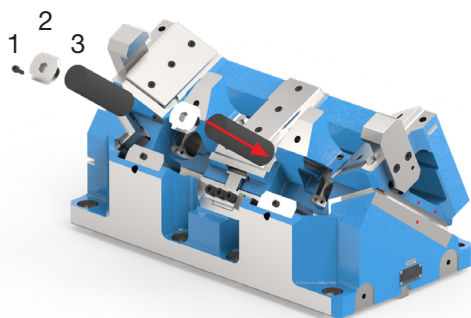

Bild 4
Führen Sie die Gasdruckfeder (3) in die dafür vorgesehene Bohrung (Bild 4). Stecken Sie den Bajonettverschluss (2) in die vorgesehene Öffnung und verdrehen ihn um 90°. Anschließend schrauben Sie die Sicherungsschraube (1) ein und ziehen sie mit 33 Nm an.
5. Gehen Sie wie in Bild 3 beschrieben vor. Um Druck abzulassen drehen Sie das Tellerventil SN2992 im Uhrzeigersinn, ein oder zwei Umdrehungen, bis das Gas beginnt zu entweichen. Stoppen Sie und warten bis das Gas entwichen ist. Anschließend drehen Sie das Tellerventil im Gegenuhrzeigersinn um es wieder zu schließen (Bild 4).